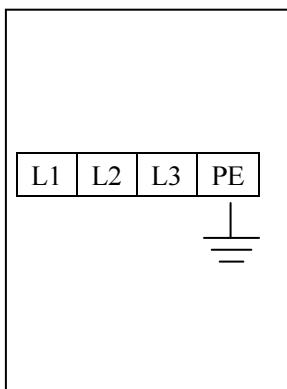

Рис. 16
- схема соединения: connection of power supply: провода для варианта «400В три фазы» подсоединенены к клеммам 1, 2, 3. Заземление подсоединенено к соответствующей клемме. (**рис. 16**)